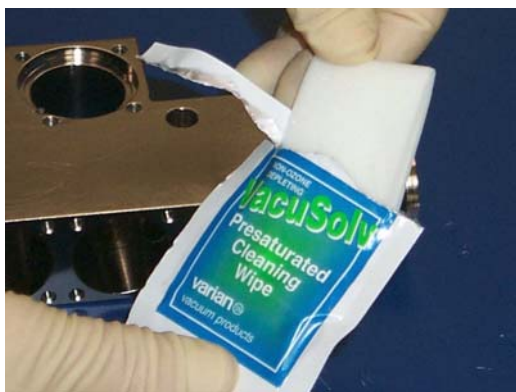

Figura 4-22 Toallita de Limpieza VacuSolv
- Usando las toallitas y tapones de limpieza pre-humedecidos con VacuSolv (Figura 4-22), limpie a fondo todas las superficies del cuerpo del tubo del espectrómetro, piezas de polo magnético, y placa ranurada de tierra.